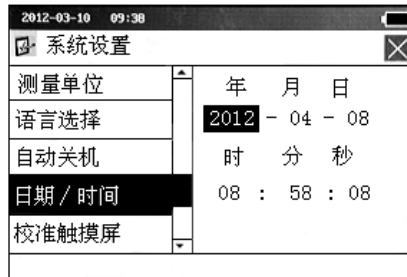

图 2-21 设置 日期 / 时间
- ◆ 点按屏幕中“日期 / 时间”进入日期 / 时间设置（见图 2-21），也可按  $\uparrow$  Ra...  $\downarrow$  PRINT 选择“日期 / 时间”，再按  $\leftarrow$  进入日期 / 时间设置。